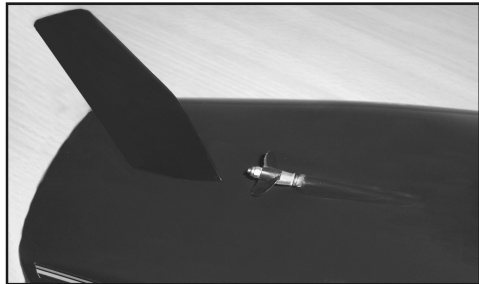

Bild 3b
- Schieben Sie das Ruder mit Gestänge wie in Bild 3b gezeigt von unten in den Schiffsrumpf. Zur Abdichtung geben Sie etwas Staucherfett in das Führungsröhrchen.